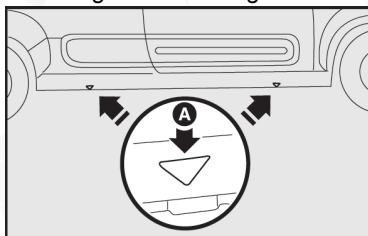
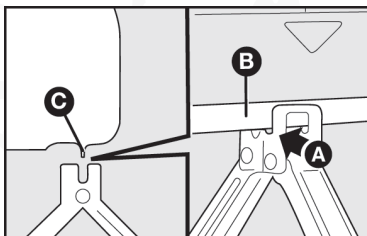

fig. 5
fig. 6
- 3) Coloque el gato en el símbolo ▼ A-fig. 5 cerca de la rueda que va a cambiar y asegúrese de que la ranura A-fig 6 del gato esté bien introducida en el larguero B o C- fig. 6.